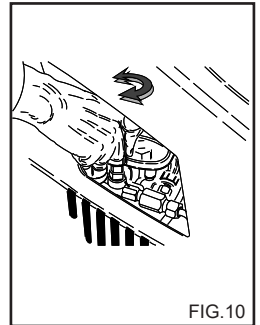

FIG.10
**Dette kapitel behandler kun de modeller som er udstyret med "trykregulerende" anordning.** Trykregulatoren, fig. 10, giver brugeren mulighed for at indstille arbejdstrykket. Når knap C drejes mod uret (B) (minimum), nedsættes driftstryk.